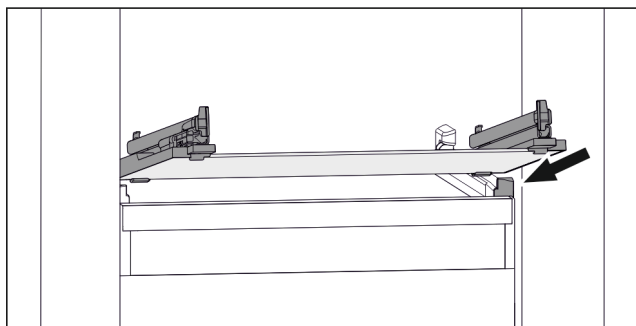

Fig. 99 Exemple de représentation de la tablette en verre
- Placer la tablette en verre, en l'inclinant, derrière les butées. (voir Fig. 99)